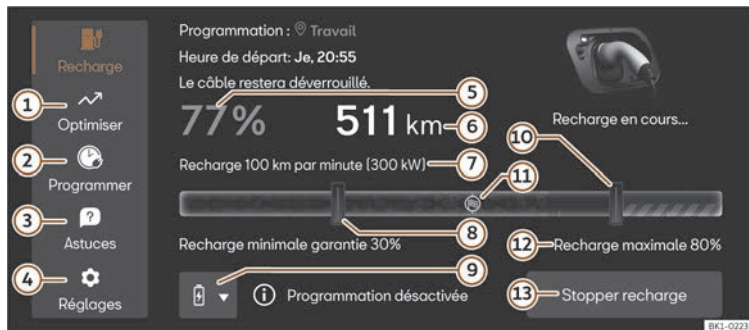

Fig. 63 Sur le système d'infodivertissement : menu principal Charge.
2. Appuyez sur le bouton  4 >>> **fig. 63**.